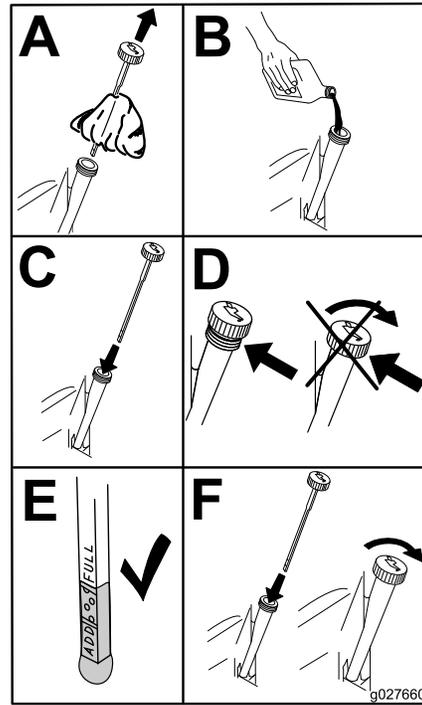

Figura 47
4. Vierta lentamente un 80% aproximadamente del aceite especificado por el tubo de llenado, luego añada lentamente el resto del aceite hasta que llegue a la marca de LLENO (Figura 47).